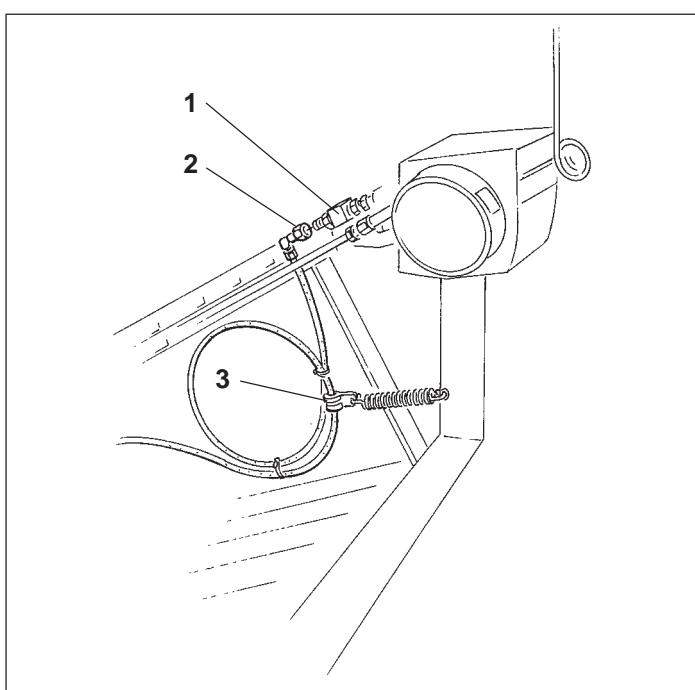

Рис. 14.4
- На устройстве для установки технической колеи присоединен распределитель высевающих катушек (Рис. 14.4/1).
- Гидрошланг (Рис. 14.4/2) с хомутом (Рис. 14.4/3) и пружиной закрепить на раме сеялки.